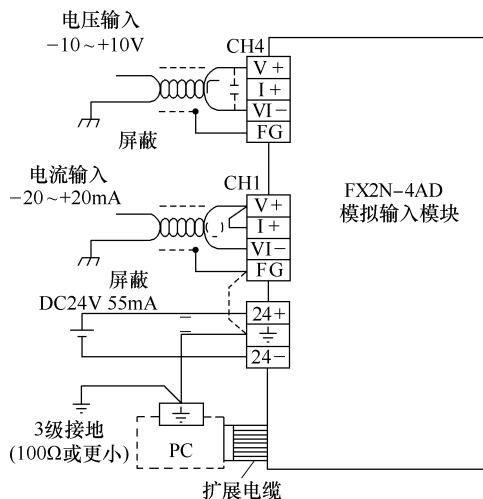

图 6-14 FX2N-4AD 的接线
1. FX2N-4AD 的接线 (见图 6-14)。
2) 当电压输入存在电压波动时, 连接一个  $0.1 \sim 0.47\mu\text{F} / \text{DC}25\text{V}$  的电容器, 如图 6-14 所示。